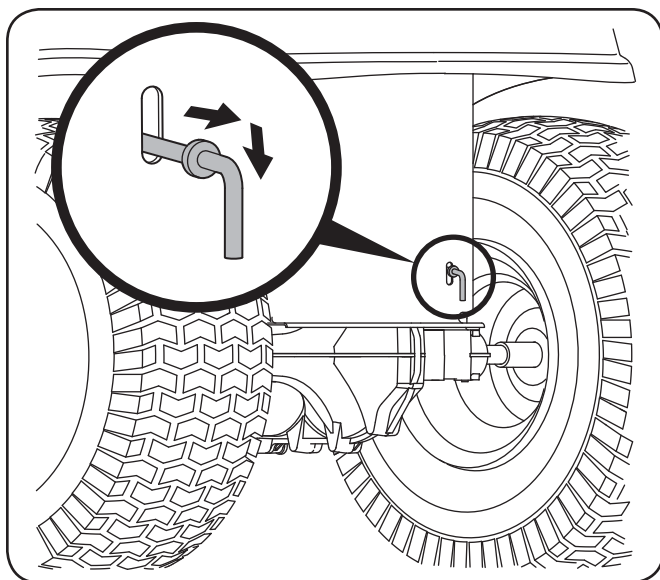

Figure 3-1
1. Repérez la tige de la soupape hydrostatique de dérivation sur l'arrière du tracteur. Voir la Figure 3-1.